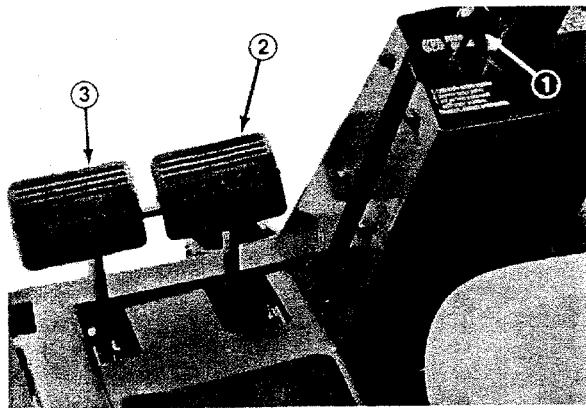
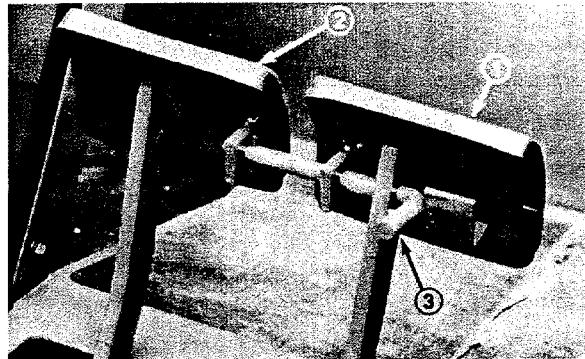

Figure 8
Figure 9
Freins de service (Fig. 8)—les pédales de frein gauche et droite sont connectées aux roues avant gauche et droite. Comme les freins sont indépendants l'un de l'autre, ils peuvent être utilisés pour prendre des virages serrés ou pour augmenter la traction si une roue patine pendant l'utilisation sur pente. Cependant l'usage des freins pour tourner peut endommager l'herbe humide ou le gazon tendre. Pour s'arrêter rapidement, appuyer sur les deux pédales à la fois. Toujours bloquer les freins ensemble lors du transport de l'unité de déplacement.
Frein de parking—serrer le frein de parking à chaque arrêt du moteur pour éviter tout déplacement fortuit. Pour serrer le frein de parking, pousser le bras de verrouillage (Fig. 9) sur la pédale gauche pour la bloquer avec la pédale droite. Appuyer ensuite à fond sur les deux pédales, puis tirer sur la manette du frein de parking (Fig. 8) et relâcher les pédales. Pour desserrer le frein de parking, appuyer sur les deux pédales jusqu'à ce que la manette du frein se rétracte. Toutefois, avant de démarrer le moteur, il est possible de désenclencher le bras de verrouillage de la pédale de frein gauche de manière à ce que les deux pédales fonctionnent indépendamment avec chaque roue avant.
1. S'assurer que le frein de parking est serré, que la commande de la prise de force est sur OFF et le levier de relevage à la position TRANSPORT ou FLOAT (Fig. 9). Ne pas appuyer sur la pédale de traction et s'assurer qu'elle est au point mort.
2. Mettre la commande des gaz (Fig. 9) à la position FAST.
3. Si la température est inférieure à 15°C, pousser la commande des bougies de préchauffage sur ON (Fig. 9) et la maintenir en position aussi longtemps qu'il est préconisé.